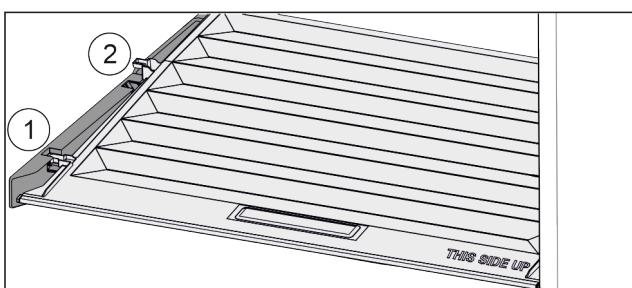

Fig. 124
- Потянуть крышку до отверстия в поддерживающих деталях вперед Fig. 124 (1).
- Поднять сзади снизу и извлечь Fig. 124 (2) движением вверх.